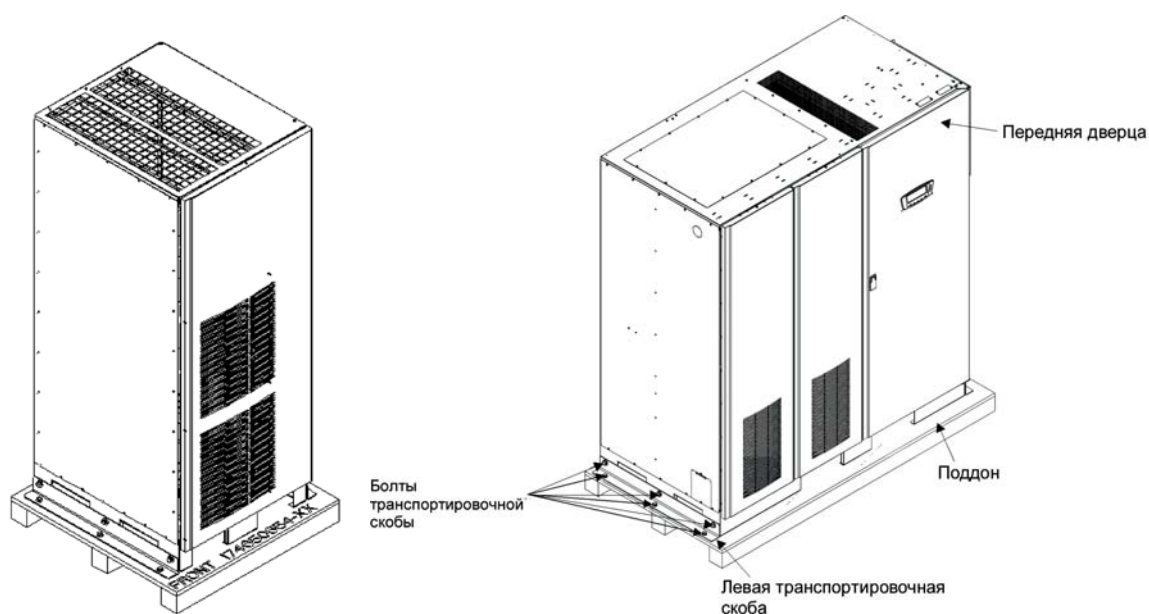

Рис. 4-1. Отсоединение левой транспортировочной скобы
2. Извлеките три болта, крепящие левую сторону транспортировочной скобы к шкафу, и три болта, крепящие скобу к поддону (см. Рис. 4-1 и Рис. 4-3). Снимите левую транспортировочную скобу. При перманентной установке шкафа сохраните транспортировочную скобу и болты для последующего применения.
10. Используя имеющиеся болты снова прикрепите транспортировочные скобы, снятые в шагах 2-3, с левой и правой стороны шкафа таким образом, чтобы уголок смотрел наружу (см. Рис. 4-1 и Рис. 4-2). Это можно сделать только после выполнения всех монтажных работ для FI-UPM, ISBM и 3xUPM (см. Разд. 4.3).
1. Откройте защелку на передней дверце и откройте дверцу (см. Рис. 4-1 на стр. 37).